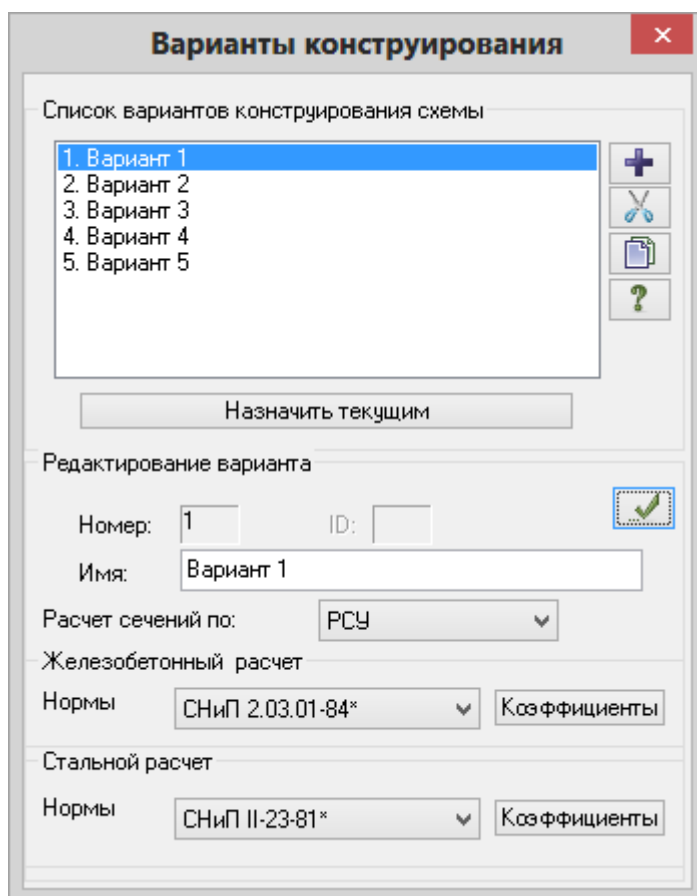

Рис.7.4. Диалоговое окно **Варианты конструирования**
- Вызовите диалоговое окно **Варианты конструирования** (рис.7.4) щелчком по кнопке  – **Варианты конструирования** (панель **Конструирование** на вкладке **Расширенное редактирование**).